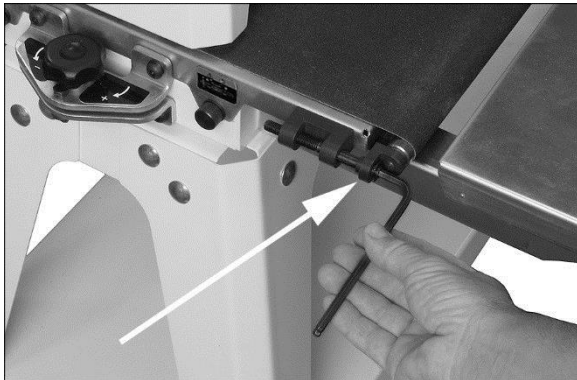

Abb. 8-2: Einstellung der Riemenspannung
4. Die Einstellmutter der Aufwickel-Einstellschrauben (Abb. 8.2) mit einem 5-mm-Sechskantschlüssel einstellen. Dies auf beiden Seiten der Fördereinheit durchführen, um etwa die gleiche Spannung auf beiden Seiten des straffen Schleifbands zu erhalten.